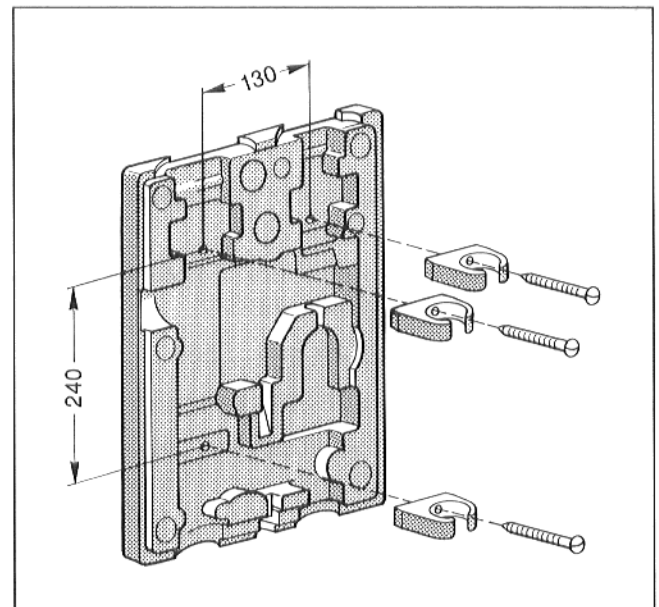

Abb. 5
- Wärmeschutzrückwand der Solarstation nach Abb. 5 an 3 Punkten bohren (Abb. 5).
- Dübel entsprechend Lochbild setzen (Abb. 5).
- Wärmeschutzrückwand und 3 Klemmschellen an Befestigungswand in der genannten Reihenfolge anschrauben (Abb. 5).